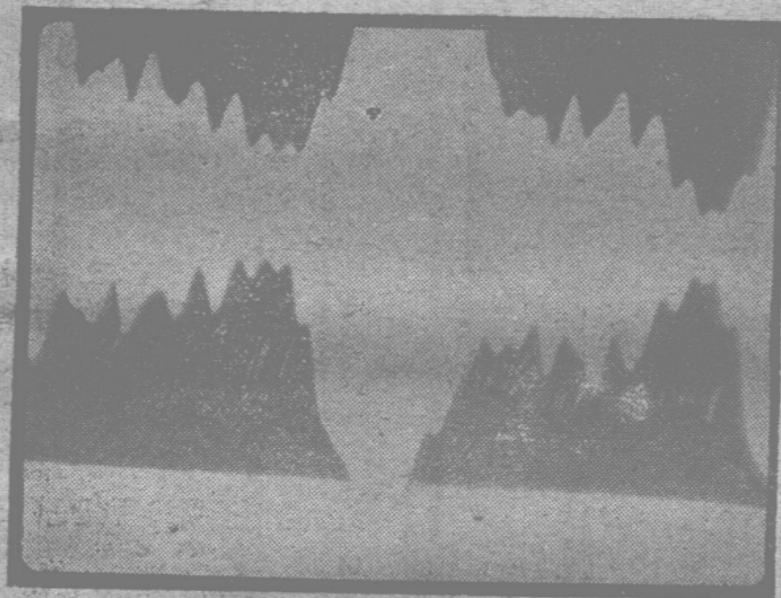

图 11
1. 胶片在制作时片基已划伤，或乳剂涂布后乳剂面被擦伤。（显影后在透明处呈断续白条），以上現象在生胶片鉴定时可以发现（图11）。